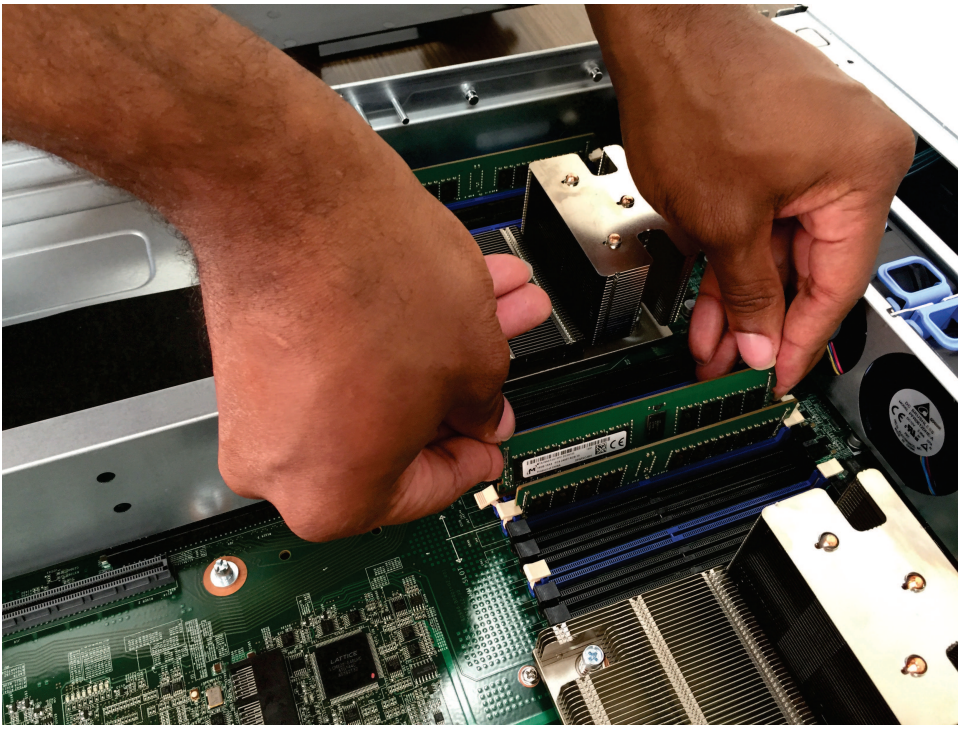

図 115. DIMM の取り付け
6. 図 115 に示すように、DIMM の両端を DIMM コネクタの両端のスロットと位置合わせして、DIMM をコネクタに挿入します。DIMM の両端に同時に圧力を加えて、DIMM をコネクタにまっすぐ押し下げ、しっかり押し込みます。DIMM がコネクタにしっかり装着されると、カチッと音がして保持クリップがロック位置に収まります。